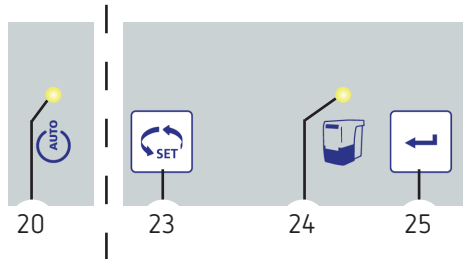

图8
**如果集尘盒未清空，集尘盒显示(图 8 的 24) 将一直亮起。启动和关掉机器后，声音信号会再次响起三次，表示必须清空集尘盒。**